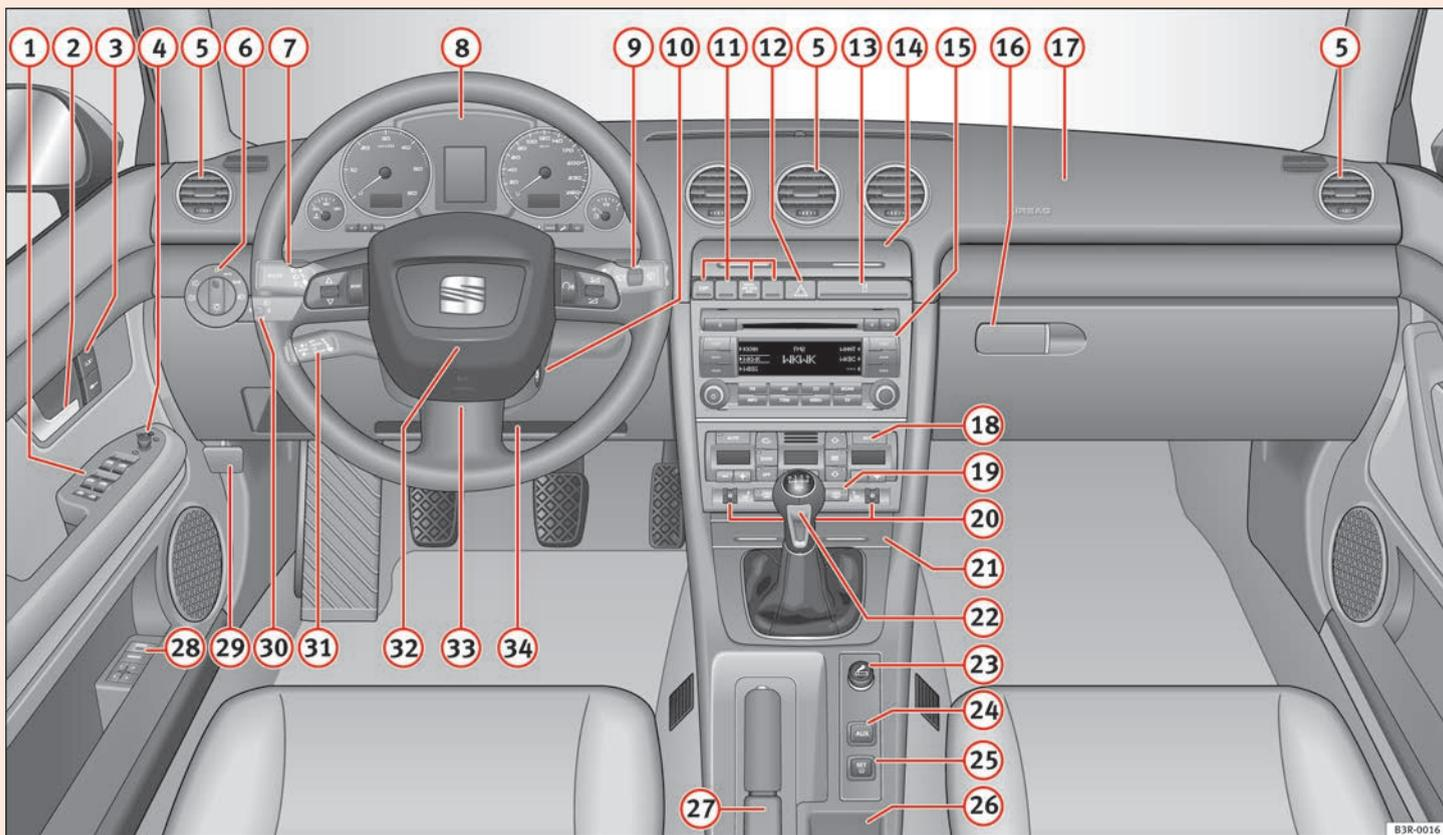

Fig. 36 Algunos de los equipamientos relacionados pertenecen sólo a determinadas versiones del modelo o son equipamientos opcionales.
- En vehículos dotados de volante a la derecha*, la disposición de los elementos de mando difiere parcialmente de la que se muestra en la figura => página 60, fig. 36. Los símbolos de los mandos son, sin embargo, los mismos. ■